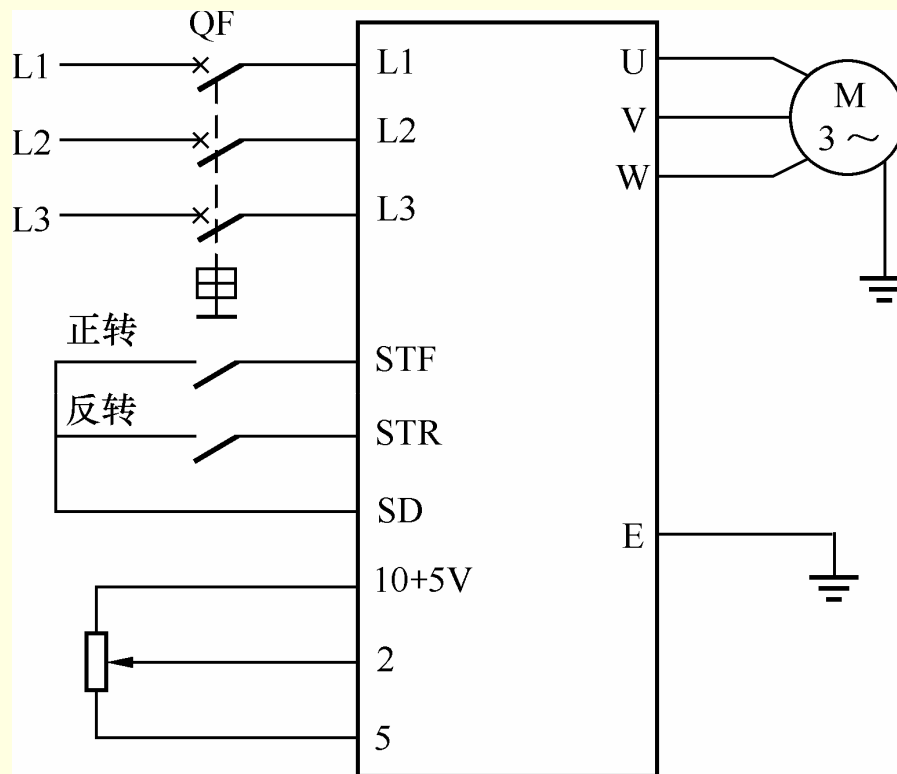

图9.15 变频器外部控制方式基本接线图
操作内容为：恢复出厂设定值；由外部模拟电压信号端设定输出频率；由外部开关完成正转、反转、停止控制。控制电路基本接线图如图9.15所示。
(1) 按图9.15接线，接线无误后接通电源。